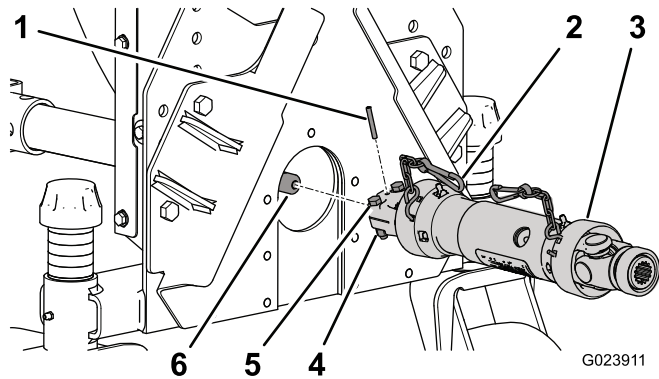

Figura 9
- Sujételos con un pasador cilíndrico (Figura 9).
- Sujete el árbol de transmisión al eje de la caja de engranajes con dos pernos de 5/16 x 1-3/4 pulgadas y contratuercas de 5/16 pulgada (Figura 9).
- Conecte la cadena de seguridad al bastidor del soplador (Figura 9).